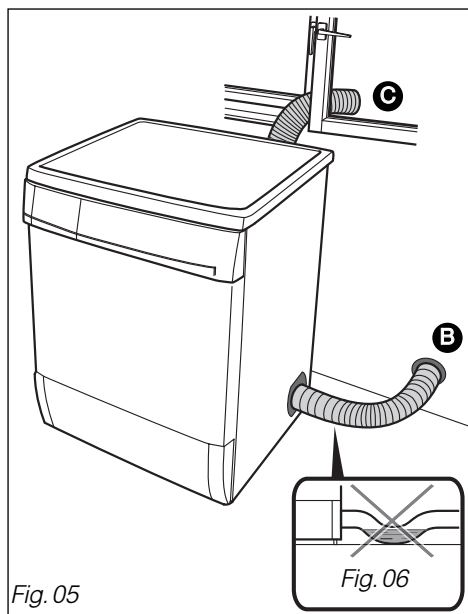

Fig. 05
• **Soit par un raccordement fixe dans le mur :** (Fig. 05) **B**
(Fig. 05) **C**
- Elle doit comporter le moins de coudes possible (2 au maximum) et éviter les points bas (voir Fig. 05 et Fig. 06 page précédente).